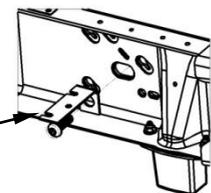

Figura 2c
7. Sujete los soportes del bastidor a los largueros del bastidor del vehículo como se muestra en la figura 1. Pase el perno de casquete (6) a través de la arandela cónica (4) de 5/8" y luego del interior de la ranura trasera del bastidor del vehículo: Coloque el soporte de montaje (1), la arandela cónica de 5/8" (4) y la tuerca de 5/8" (3) y apriete a mano. En vehículos Pickups con controlador de freno OE, remítase al paso 2 de instalación para reubicar el enchufe con el soporte angular. Use el perno de casquete (6) para unir el soporte angular al interior del bastidor (ver Figura 2c), el soporte angular irá entre la arandela plana y el bastidor
8. Al pasar los pernos de carruaje (9) a través de las ranuras superior e inferior en el bloque de refuerzo (10) se creará una correa de amordazamiento que irá dentro del larguero del bastidor y se conectará con el soporte de montaje. Hay dos juegos de orificios diferentes en el soporte de montaje que permiten la mejor superficie de amordazamiento con el bastidor del vehículo. Cambiar los orificios del soporte de montaje permitirá que la correa de amordazamiento mueva el vehículo hacia adelante o hacia atrás. Una vez que se pasen los pernos de la correa a través de los mejores orificios de montaje rosque el bloque de refuerzo (10), la arandela cónica de 1/2" (8) y la tuerca de 1/2" en los pernos y apriete a mano.